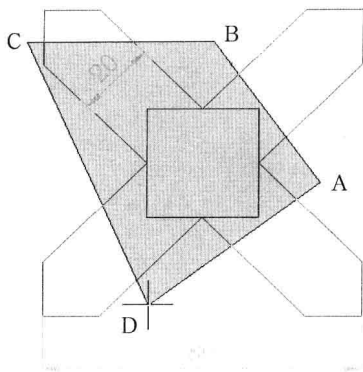
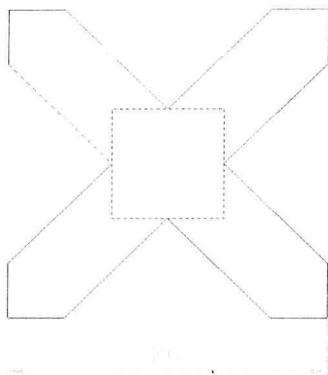
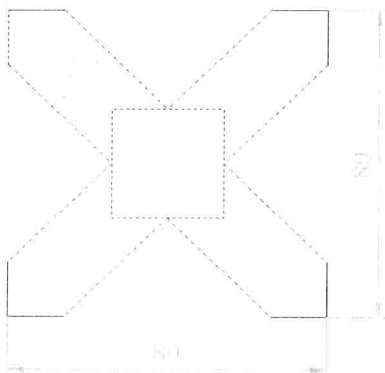

图 4-1-4
图 4-1-5
图 4-1-6
(1) 在“修改”面板单击“移动”按钮, 命令行提示“选择对象”, 输入“wp”, 按 Enter 键, 开始执行窗口多边形选择。
(2) 在视图中依次单击 A、B、C、D 点, 定义一个完全包含要选择的对象的蓝色多边形区域, 如图 4-1-4 所示。按 Enter 键, 闭合多边形选择区域, 选中区域内的对象, 如图 4-1-5 所示, 被选中的对象会呈虚线显示, 并在命令行中提示选中了几个对象。
(3) 在命令行提示“选择对象”后, 若输入“cp”, 按 Enter 键, 则开始执行交叉多边形选择。
(4) 在视图中单击, 指定与图 4-1-4 相同的多边形选择区域, 按 Enter 键, 既可选中区域内的对象, 也会选中与该区域相交的对象, 如图 4-1-6 所示。